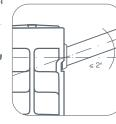

рис. 5
**!** Во избежании аварии допустимо отключение оси коллектора радиатора от подводящих труб не более  $2^\circ$  (рис. 5).